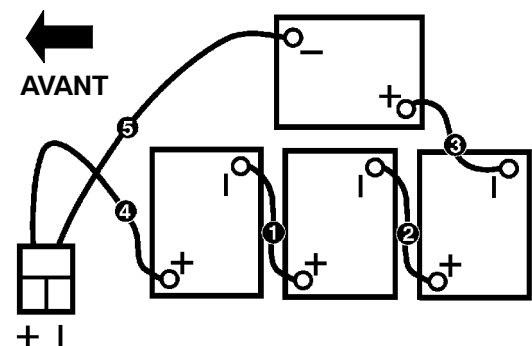

FIG. 3
3. Déposez avec précaution les batteries dans le compartiment et connectez les bornes comme illustré (Figure 3).
- Branchez les câbles aux bornes de batteries suivant l'ordre des numéros indiqués sur les étiquettes. (ROUGE SUR BORNE POSITIVE ET NOIR SUR BORNE NEGATIVE) (Figure 3).